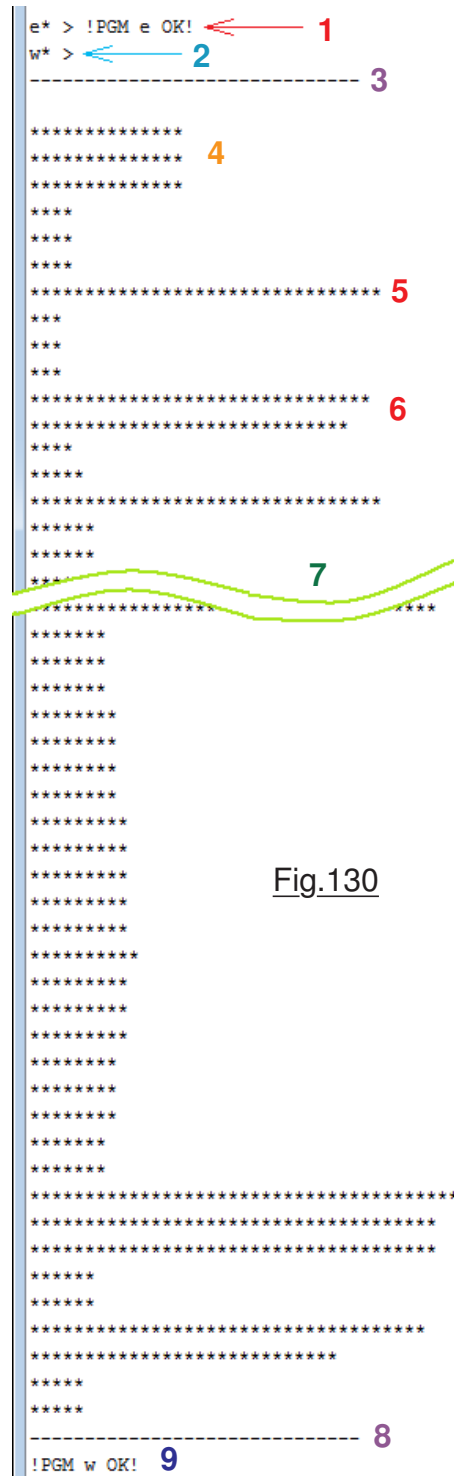

Fig.130
**V**isualiser le spectre enregistré se commande avec "w\*", le w faisant référence à "Waveform". (Pour programmer cette fonction, les lettres de l'alphabet étaient pratiquement toutes déjà affectées à d'autres commandes sur un caractère.) Le résultat est présenté sur la Fig.130 sur laquelle en 1 le mesurage est déclenché. Puis en 2 on sollicite la sonde pour qu'elle nous retourne sous forme graphique la "forme" de l'environnement qui a été enregistré. Ces données resteront en EEPROM aussi longtemps qu'un nouvel enregistrement ne sera pas initié avec "e\*". Il sera possible librement et à tout moment de se faire visualiser la panoramique avec "w\*". Ce dernier est montré sous forme graphique sur l'écran du P.C. avec un encadrement vertical 3 et 8 et terminé par l'ACR 9. Les 64 lignes de représentation dépassent largement en hauteur l'écran vidéo, raison pour laquelle sur la Fig.130 le repère 7 symbolise une coupure. Sur le moniteur vidéo il faudra utiliser "l'ascenseur" latéral et la souris pour exploiter verticalement cette image artificielle. Toute image radar peut être polluée par des échos scintillants parasites tels que ceux visibles par exemple en 5 et 6. C'est la raison pour laquelle, s'il s'agissait d'un système technique élaboré, il faudrait inclure dans le programme d'exploitation des techniques de filtrage pour éliminer les "échos fantômes". Sur JEKERT un tel développement logiciel ne se justifie pas, trop consommateur d'octets de programme. On se contentera donc d'une informatique simplifiée. Si ces deux fonctions sont très séduisantes pour enrichir notablement les performances opérationnelles de la petite machine robotisée, il ne faut toutefois pas en attendre des miracles. N'espérez pas retrouver sur le graphe le beau visage de votre compagne ou compagnon. L'angle d'ouverture des transducteurs est bien trop "flou" pour en faire un portraitiste de renommée mondiale !